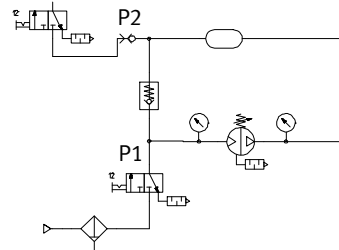
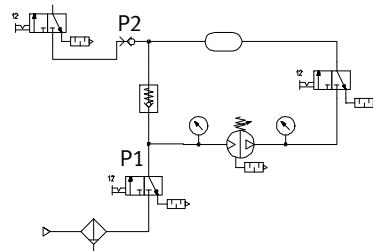

Fig. 3
Fig. 4
При использовании изделия с клапанами подачи/сброса давления (→ Fig. 3, Fig. 4):
1. Для заполнения ресивера CRVZS откройте клапан подачи/сброса давления между усилителем давления DPA и ресивером CRVZS (→ Fig. 4) и во время эксплуатации постоянно держите его открытым.
При использовании изделия с клапанами подачи/сброса давления перед каналом P1 и после канала P2 (→ Fig. 3, Fig. 4):
- Закройте клапан между усилителем давления DPA и ресивером CRVZS (→ Fig. 4).
3. Закройте клапан подачи/сброса давления между усилителем давления DPA и ресивером CRVZS (→ Fig. 4).